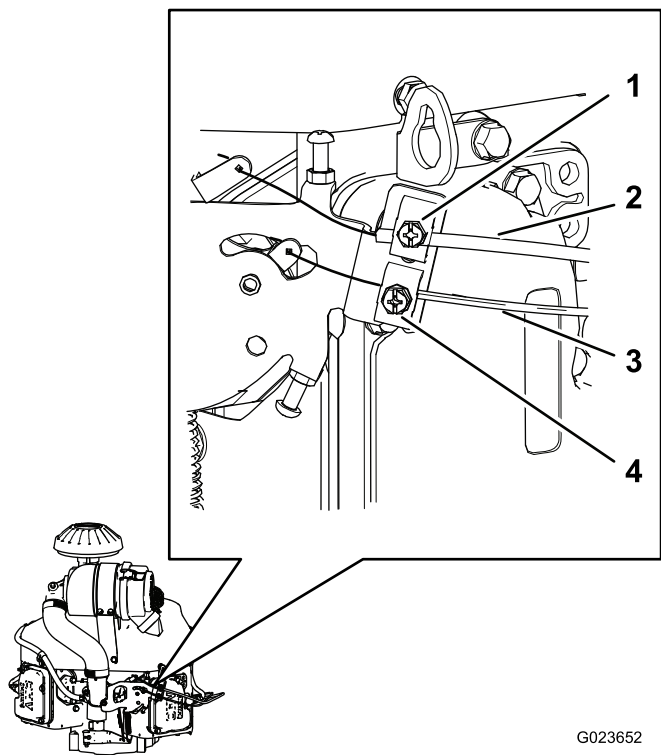

Figure 64
2. Desserrez la vis du collier qui fixe la gaine du câble d'accélérateur au moteur (Figure 64).
4. Tirez la gaine du câble d'accélérateur (Figure 64) jusqu'à ce que le mou du câble soit presque éliminé, puis resserrez la vis de collier.
2. Desserrez la vis de collier qui fixe la gaine du câble de starter au moteur (Figure 64).
5. Tirez la gaine du câble de starter (Figure 64) jusqu'à ce que le mou du câble soit presque éliminé, puis resserrez la vis de collier.